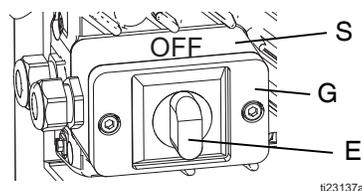

FIG. 3: Interruptor de alimentación
- Acerque el cable a la unidad y quite dos tornillos para separar la tapa de la caja de conexiones (G) y el interruptor de potencia (E) del pulverizador. Consulte la FIG. 3.
5. Tire del botón de ajuste de la presión (H) y gírelo en sentido antihorario hasta que se detenga. Pulse el botón para bloquearlo.
6. Apague (posición OFF) el interruptor de encendido (E). Conecte la unidad a una fuente de alimentación. Consulte la FIG. 3 en la página 6.